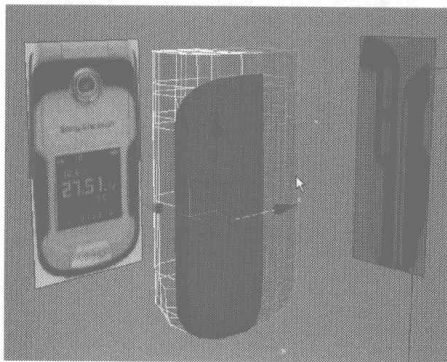

图 4.36
- 01** 单击 按钮，切换为面编辑，选择如图 4.36 所示的面，在 Edit Geometry 卷展栏中单击 **Detach** 按钮，在弹出的对话框中依照默认值进行设置并单击 OK 按钮，将该面单独分离出来。